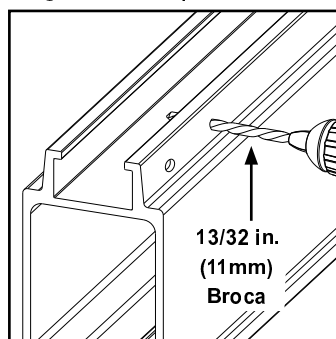

Figura 3-19
- Paso 2. Haga dos (2) orificios usando broca 13/32" (11 mm). No trate taladrar en línea. Vea Figura 3-19.